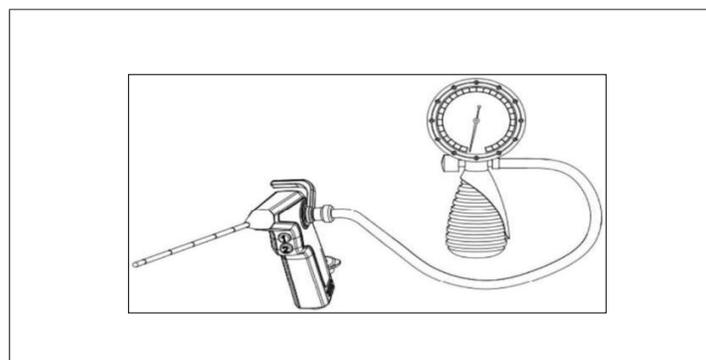

Fig 7.7
3. Fixez le connecteur du capuchon de compensation de pression du détecteur de fuites au connecteur de l'endoscope et assurez-vous qu'il est bien en place (comme indiqué à la figure 7.7).